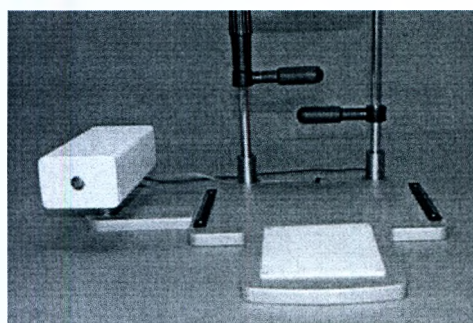

Рисунок 24
2. Закрепите подставку для подбородка на основной платформе при помощи винтов, шестигранного ключа (поставляются), как изображено на (Рис.24)